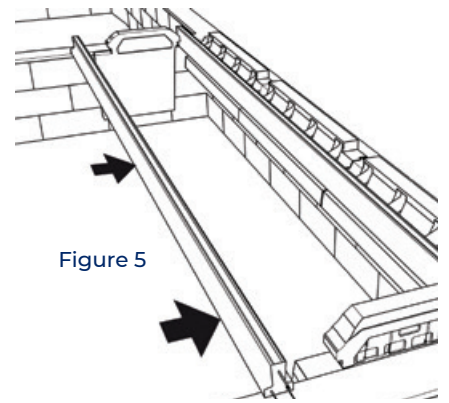

Figure 5
- Placer l'élément de rive transversale (Isoleader, Isoleader SPX, IsoGP, Eco-rupteur Transversal ou EcoRefend) à chaque about des poutrelles (Figure 5)